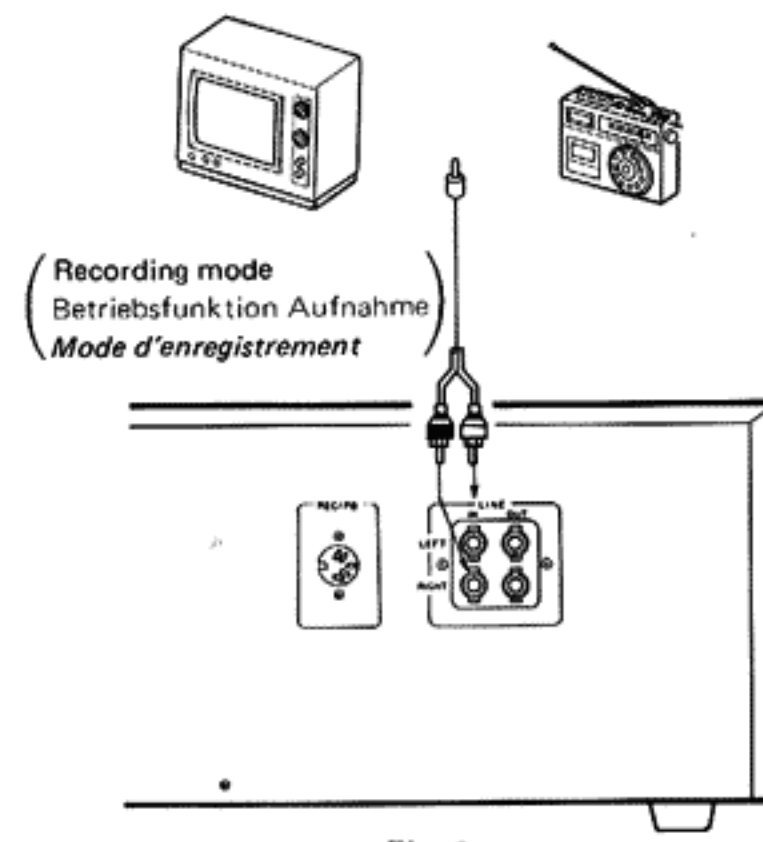

Fig. 9
2) When recording from a radio or TV receiver (Fig. 9)
2) Anschluß für Aufnahmen von Radio oder Fernsehempfänger (Fig. 9)
2) Lors d'un enregistrement à partir d'une radio ou d'un récepteur TV. (Fig. 9)